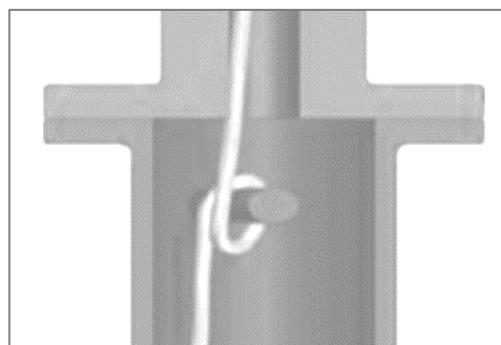

Рисунок 6 – Закрепление кабеля.
5.1.9. Закрепите кабель внутри мачты таким образом (рис. 6), чтобы электрическое соединение не оказалось под воздействием силы тяжести свободно свисающего кабеля.